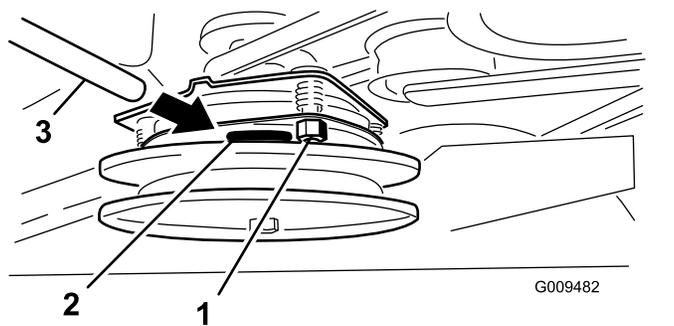

図 60
3. すき間ゲージがかかるくはさまれるがまだ楽に動かせる程度までロックナットを締め付ける 図 60。